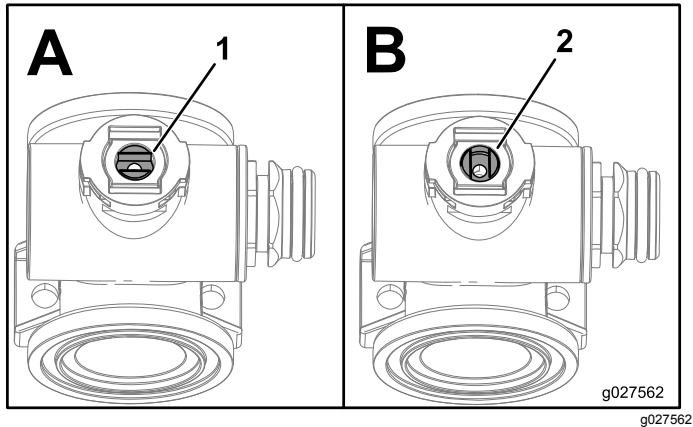

Bild 105
1. Drehen Sie den Ventilschaft so, dass er in der geschlossenen Stellung ist (B in Bild 105).
3. Drehen Sie den Ventilschaft so, dass die Kugel in der geöffneten Stellung ist (A in Bild 105).
7. Drehen Sie den Ventilschaft so, dass das Ventil geschlossen ist (B in Bild 105)..